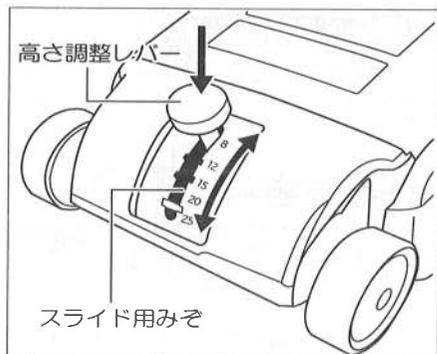

図9
- ① 刈り込み高さは、8. 12. 15. 20. 25mmの5段式です。
- ② 高さ調整レバーを押し込みながらスライドさせてください。(図9参照)